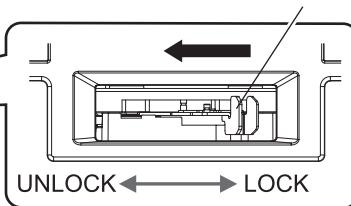

Fig. 4
3) Tenendo premuto l'obiettivo di proiezione, afferrare la leva di blocco dell'obiettivo e ruotarla verso il lato Unlock. (Fig. 4)